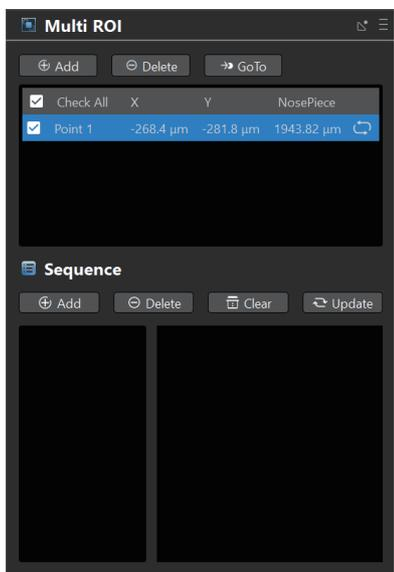

图3.5-2
- 2 按2D模态的采集步骤进行2D模态选择、配置激光参数、相机参数、Z Stack参数设置, 在【Experiment】区域点击“Live”按钮先预览样品并找到感兴趣的区域, 在Multi ROI中点击Add, 获取当前坐标信息添加Point 1并显示位移平台X、Y、Z坐标信息 (如图3.5-2、3.5-3所示)。